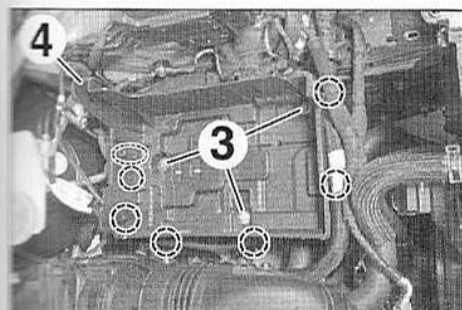

FIG.133
- Dégraffer et écarter les faisceaux attenants au bac à batterie (Fig.133).
- les vis (3),
- le bac à batterie (4),